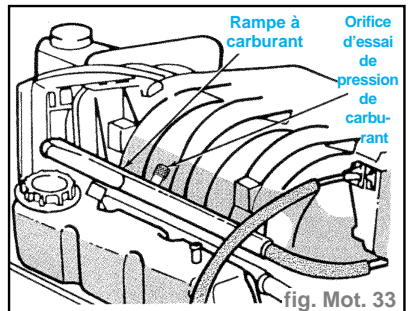

fig. Mot. 33
- Vérifier la pression du circuit à l'orifice d'essai de la rampe à carburant : (fig. Mot. 33)
- Déposer le bouchon protecteur de l'orifice d'essai de pression du carburant sur la rampe à carburant (fig. Mot. 33).